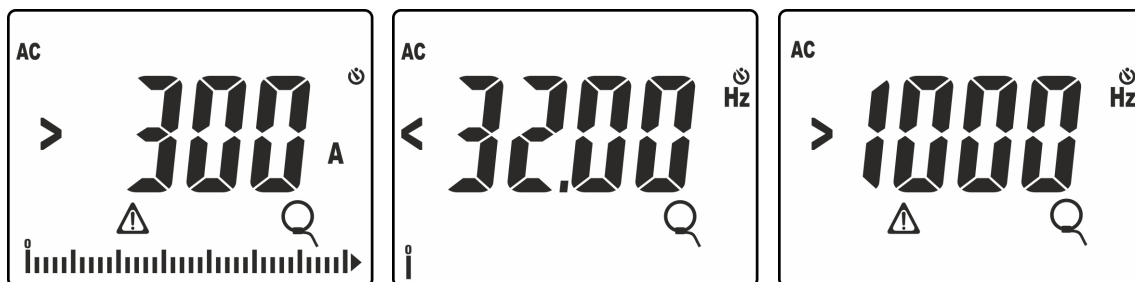

Fig. 39: Situaciones anómalas sobre la medida de corriente con transductores de pinza
11. El mensaje “>300A” indica que el valor de la corriente medida es mayor que el fondo escala configurado (300A en el caso de la Fig. 39). Si en el visualizador se visualizan los mensajes “<32.00Hz” o “>1000Hz” el valor de la frecuencia de la corriente medida está fuera del intervalo de medida **32Hz ÷ 1000Hz**